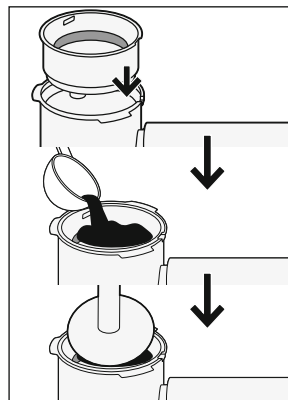

Abb. 3
6. Füllen Sie das kleine Sieb mit ca. 7 g ($\pm 0,5$ g) espressopulver, um einen einfachen Espresso zu extrahieren. Füllen Sie das große Sieb mit ca. 14 g ($\pm 0,5$ g) espressopulver, um einen doppelten Espresso zu extrahieren. Verdichten Sie das espressopulver mit Hilfe des Stopfers (Abb. 3).